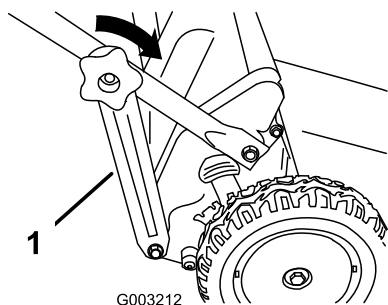

Figura 18
3. Instale los pomos del manillar inferior y apriételos a mano todo lo que pueda (Figura 18).